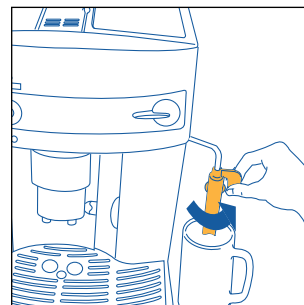
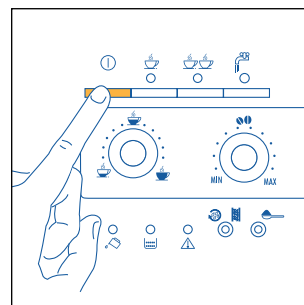
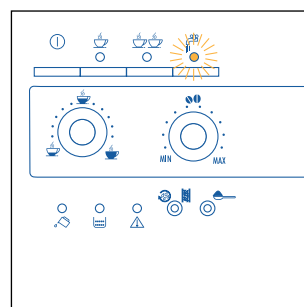

Рис. 3
Рис. 4
Рис. 22
2. Передвиньте насадку для взбивания молока наружу и поставьте под него чашку, рис. 3 и включите прибор, нажав кнопку ①, рис. 4.
- Поверните устройство для взбивания молока в направлении от кофеварки, рис. 3.
- Установите емкость под насадку для взбивания молока, рис. 3.
- Под насадку поставьте пустую емкость, рис. 3. Поверните ручку пара до упора на половину оборота против часовой стрелки (индикатор  начнет мигать, рис. 22). Несколько секунд сливайте воду, перемешанную с паром пока не пойдет один только пар.